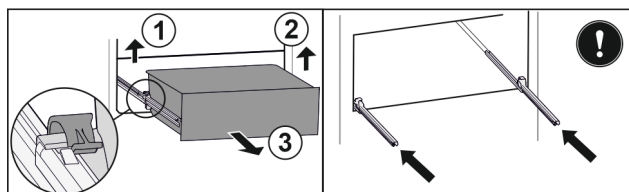

Fig. 153
- Linker klem optillen en gelijktijdig lade links naar voren trekken. Fig. 153 (1)
- Rechter klem optillen en gelijktijdig lade rechts naar voren trekken. Fig. 153 (2)
- Lade naar voren toe verwijderen. Fig. 153 (3)